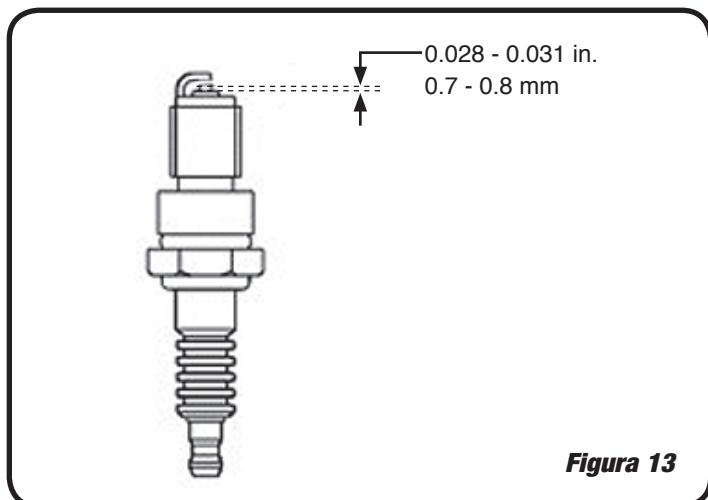

Figura 13
4. Medir el entrehierro de la bujía con una galga para huelgos. Ajustar el entrehierro según sea necesario mediante el doblado del electrodo. Véase la Figura 13.